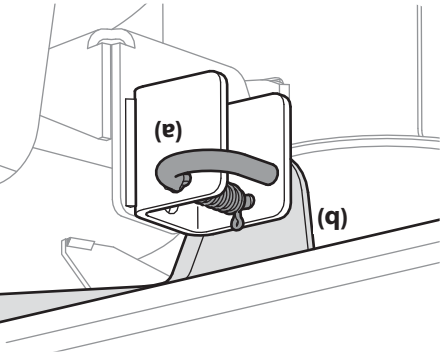

Figure 4-13
4. Sortez les goupilles de soutien et manœuvrez le plateau de coupe pour aligner les bras de relevage avec les goupilles. Voir la Figure 4-13.